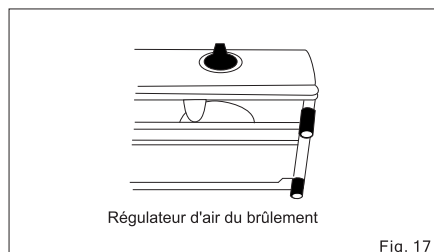

Fig. 17
- dopo che il gas è acceso, ruotare con attenzione questo regolatore fino a quando appare la fiamma blu (fig.17,18,19)